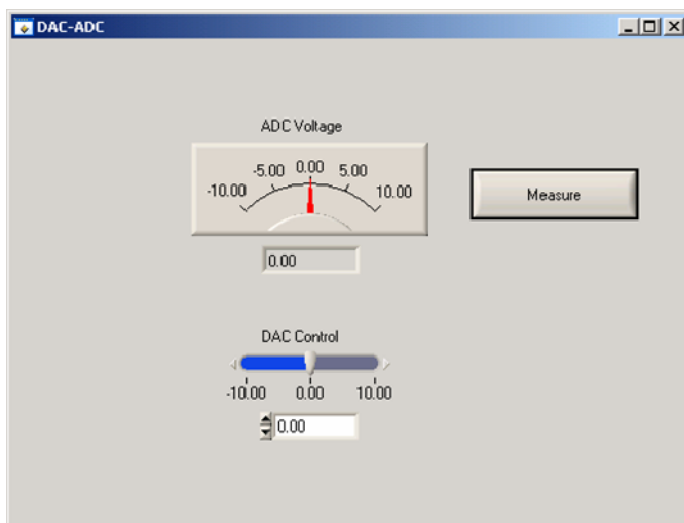

Рис. 13. Пример графического интерфейса для задания 2
Напишите программу, интерфейс которой аналогичен показанному на рис. 13, которая управляет напряжением ЦАП NI PXI-6251 и измеряет выставленное напряжение с помощью АЦП NI PXI-6251. Установите пределы задания и измерения напряжений $-11 \dots +11$ В. Соедините выход ЦАП (AO) и вход АЦП (AI) на терминальном блоке с помощью кабеля и измерьте сгенерированное ЦАП напряжение с помощью АЦП. Исследуйте